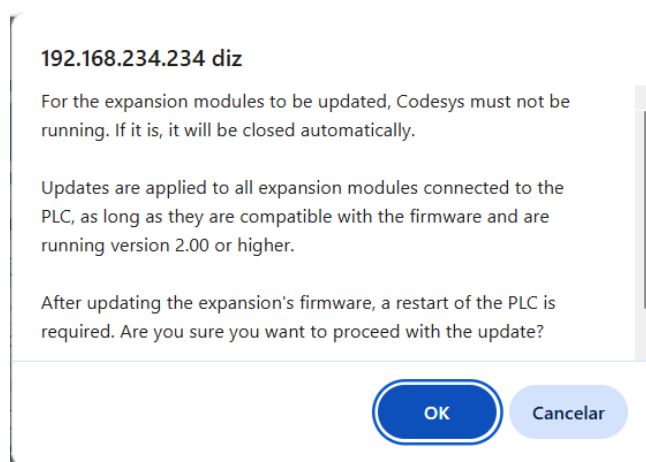

Figura 5.7: Pantalla de confirmación para actualizar el firmware de las expansiones.
- Haga clic en **Start Expansions Update**. Al hacer clic, se mostrará una pantalla de confirmación. Lea atentamente la información. Haga clic en **OK** para confirmar la actualización de firmware de las expansiones o en **Cancelar** para cancelar la operación. La Figura 5.7 muestra la pantalla de confirmación.